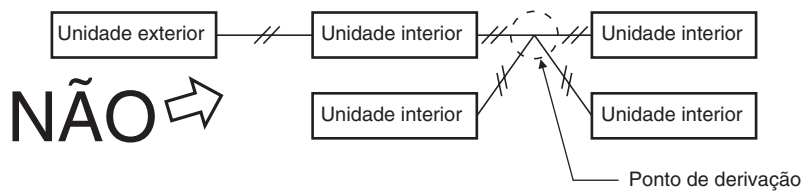

Fig. 4-4
- (3) Não realize a instalação eléctrica de controlo entre unidades na forma de derivação em estrela. A instalação eléctrica de derivação em estrela causa uma definição de endereço errada. (Fig. 4-4)